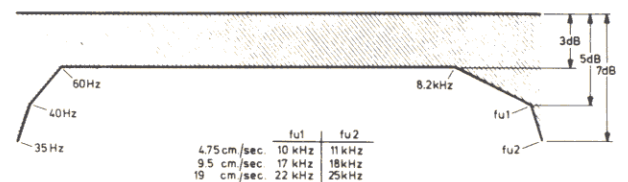

Fig. 17
- De frekwentiekarakteristiek die nu gemeten is t.o.v. het niveau van 333 Hz moet liggen binnen de curve zoals die in Fig. 17 gegeven is.
- De hoogste frekwenties moeten nu 17 kHz en 18 kHz zijn (zie Fig. 17). Bij de snelheid 4,75 cm/sec dient men de uitgangsspanning tot $0,05 \text{ V}$ ($= -26 \text{ dB}$) te verminderen. De frekwentiekarakteristiek moet in het gebied 35 Hz - 11 kHz binnen 7 dB liggen.